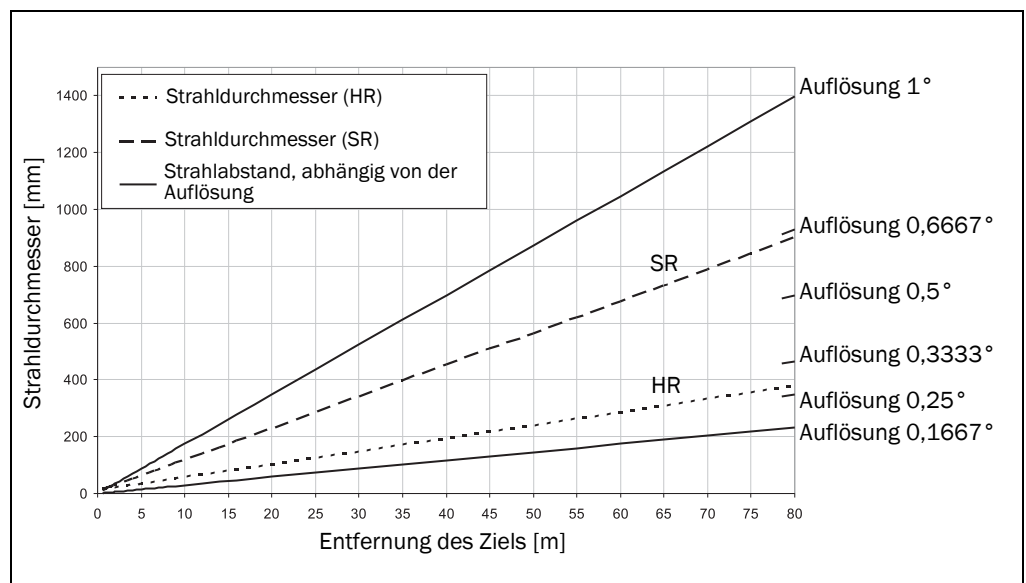

Abb. 15: Strahldurchmesser und Messpunktabstand des LMS500 bei 0 bis 80 m
Das Diagramm in Abb. 15 zeigt den Strahldurchmesser und den Messpunktabstand in Abhängigkeit von der Entfernung zum LMS5xx.
**Ablesebeispiel bei Winkelauflösung 0,1667° (HR) in Abb. 15:**
- Strahldurchmesser und Messpunktabstand in Abhängigkeit von der Entfernung zum LMS5xx entnehmen Sie dem Diagramm in Abb. 15 auf Seite 29.